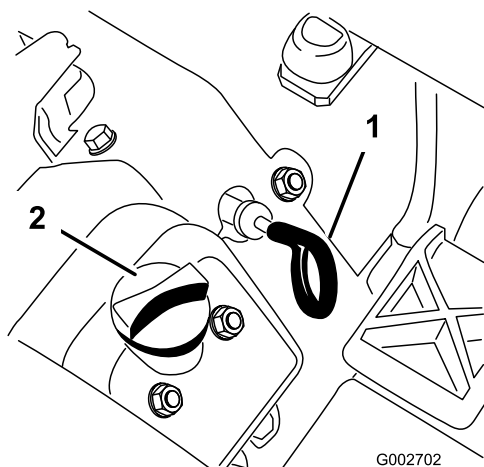

Figure 13
3. Sortez la jauge (Figure 13) et essuyez-la sur un chiffon propre. Remettez la jauge dans le tube en vérifiant qu'elle est enfoncée au maximum. Sortez la jauge du tube et vérifiez le niveau d'huile. Si le niveau est trop bas, retirez le bouchon de remplissage du couvre-culasse et ajoutez la quantité d'huile nécessaire pour amener le niveau au repère maximum de la jauge.